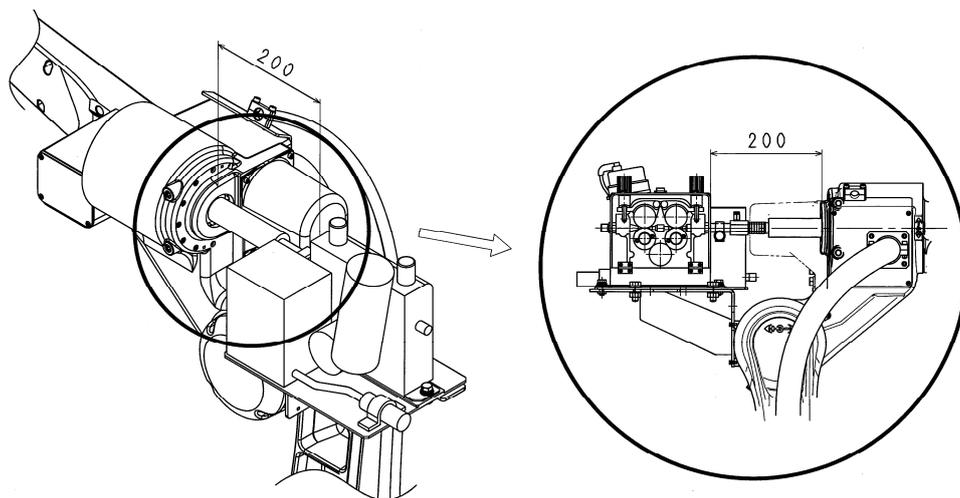

图 2.4 送丝机固定位置 (TOKIN 公司生产 N-type)
4. 送丝机向后方移动，拉一体化动力线以便其无松弛，对准图 2.4 的位置用 2 根六角头螺栓 (M10 × 30) 紧固。